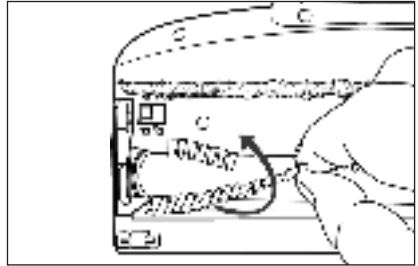

Abb. 25
- 3) Ziehen Sie die Bürstenrolle (21) an den Borsten aus der Bodenbürste (22) heraus. Drehen Sie die Bürstenrolle (21) dabei etwas, um sie leichter entnehmen zu können (siehe Abb. 25).